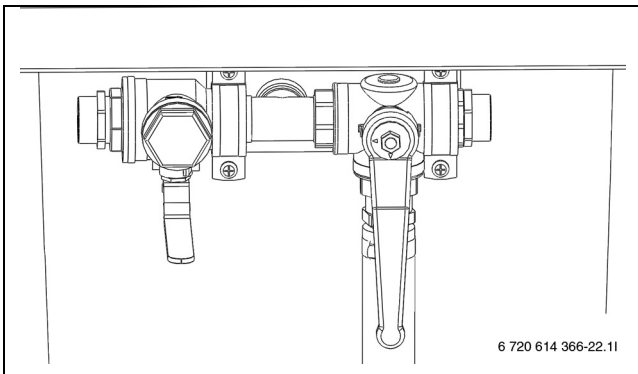

Bild 25 Befüllstation in Mischposition
- ▶ Ventile der Befüllstation auf Mischposition stellen (→ Bild 25).